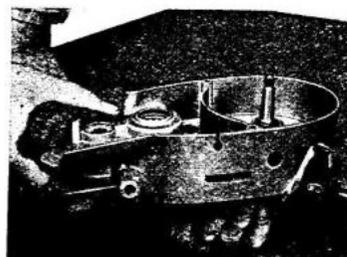

Abb. 33 Kurbelwelle aus der erwärmten linken Gehäusehälfte ausbauen VI / 57 / 881
9. Linke Gehäusehälfte auf 80 bis 90° C erwärmen, dabei die Radialdichtinge abdecken und die Kurbelwelle mit dem Rillennlager herausnehmen. Wenn erforderlich, Gehäuse auf eine Holzunterlage aufstoßen, wie aus Abb. 33 ersichtlich.